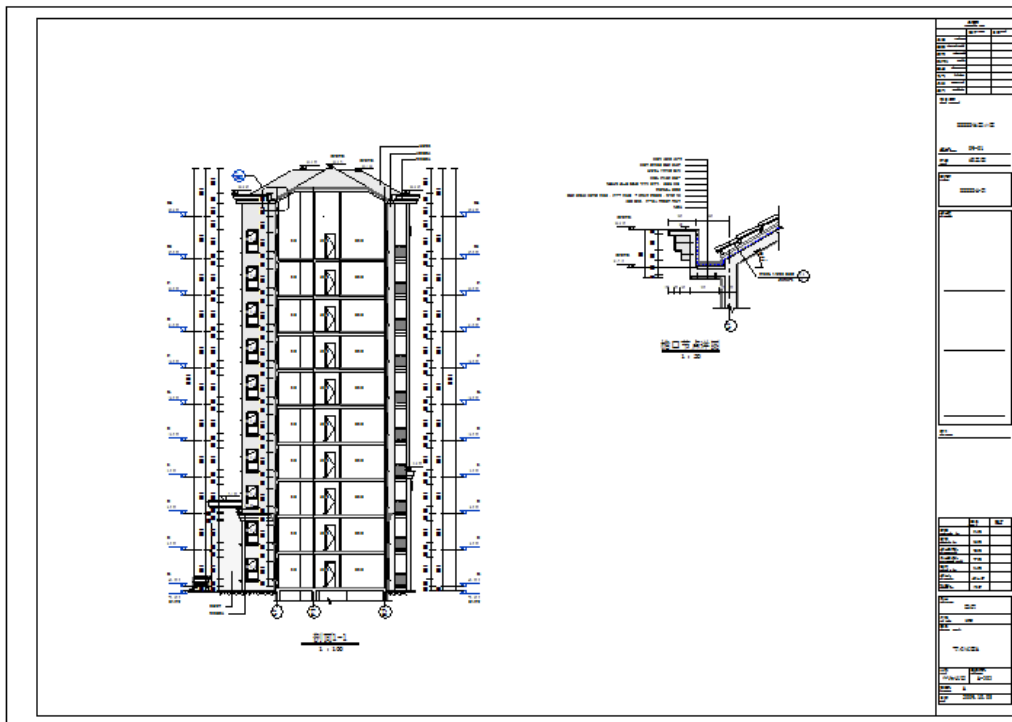

图 8-14
- 5) 同样的方法，从项目浏览器“剖面（建筑剖面）”下，拖拽“剖面 1”至图纸左上方位置单击放置；拖拽“檐口节点详图”放置于图纸右上方位置单击放置；重命名图纸名称为“1-1 剖面图 檐口节点详图”（如图 8-14 所示）。